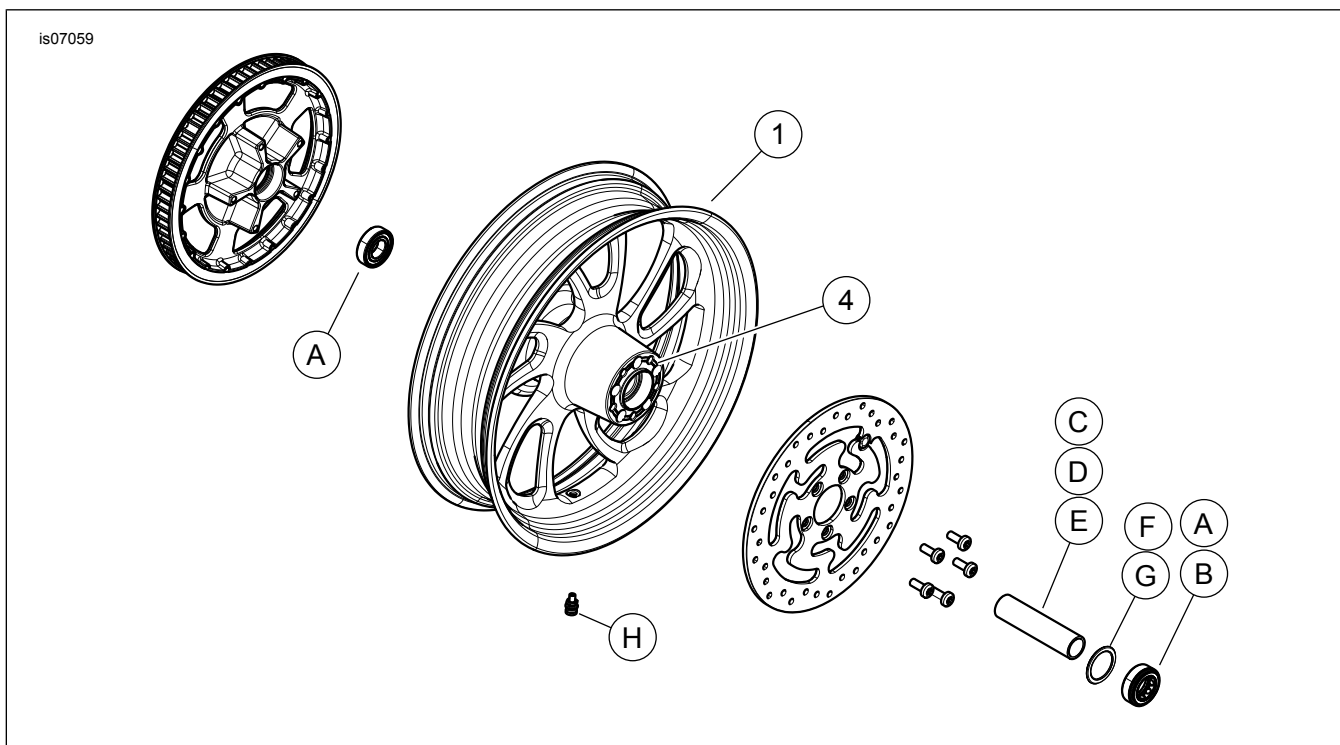

Figure 1. Pièces détachées : Roues arrière Blade
Voir Figure 1 et les tableaux des pièces détachées.
2. Voir Figure 1. Installer l'ensemble de tige de soupape (H) sur la roue. Voir le manuel d'entretien.